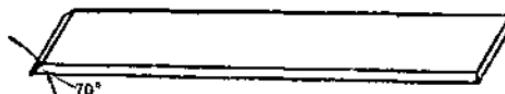

图 3
2)。同时在底板的一端用削刀削成 $70^{\circ}$ 斜角(图3),然后用砂皮将板面及四周砂光。